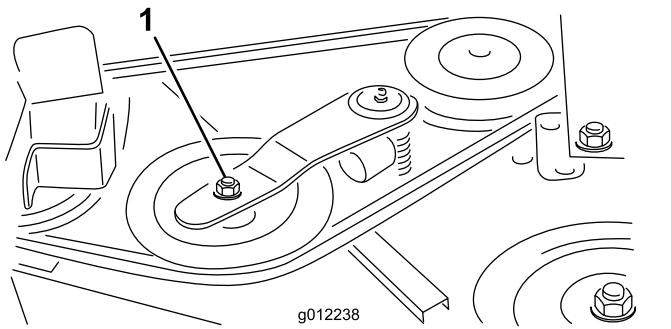
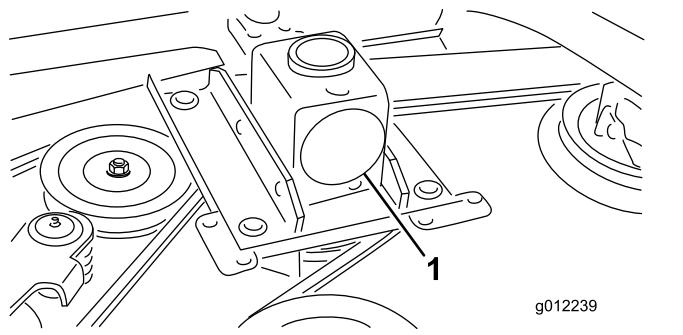

图 33
图 34
2. 使用扭矩扳手或类似工具将怠轮皮带轮图 33 移离传动皮带以放松皮带的张紧力并让皮带滑离齿轮箱皮带轮图 34。